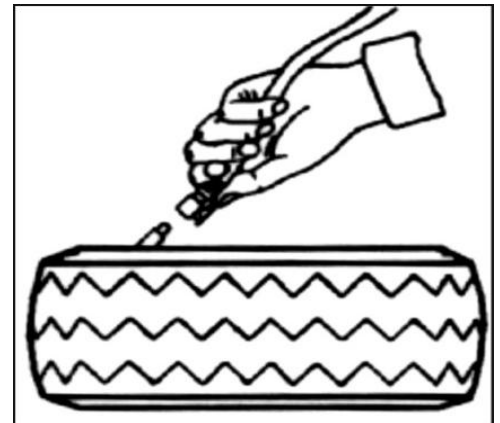

図 26
2. インフレーションホースをリムバルブ（またはバルブ）に接続します。図 26 を参照してください。